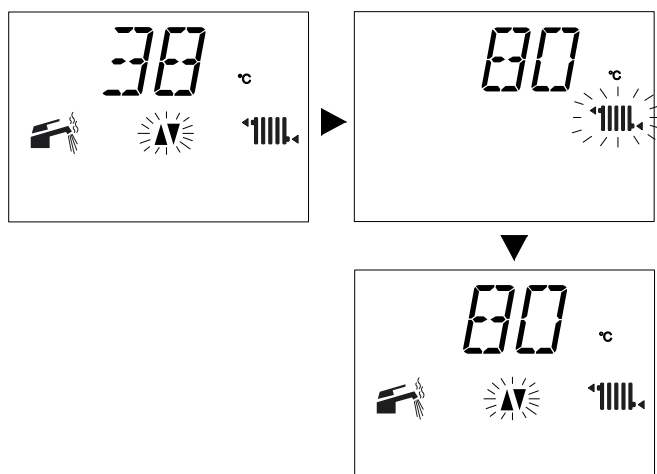

Fig. 2.9
- con regolazione temperatura mandata riscaldamento massima Fig. 2.9